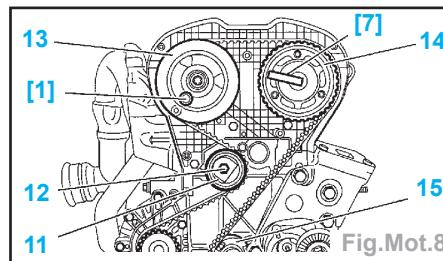

Fig. Mot.8
- Piger les poulies d'arbre à cames (13) et (14) à l'aide des outils [1] et [7] (Fig. Mot.8).